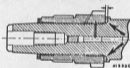

Abb. A.16
- Primärrad Laufflief kontrollieren (Abbildung A.16) Innere Druckscheibe mit angrenzender Bohrung gegen Kurbelwellenflansch einstecken. Das Keilspielfeld des Primärrades sollte 0,07-0,15 mm betragen. Hierfür ist der in Abb. A-16 gezeigte Abstand zu messen und die Stärke der richtigen Scheiben gemäß der nachfolgenden Tabelle zu ermitteln.